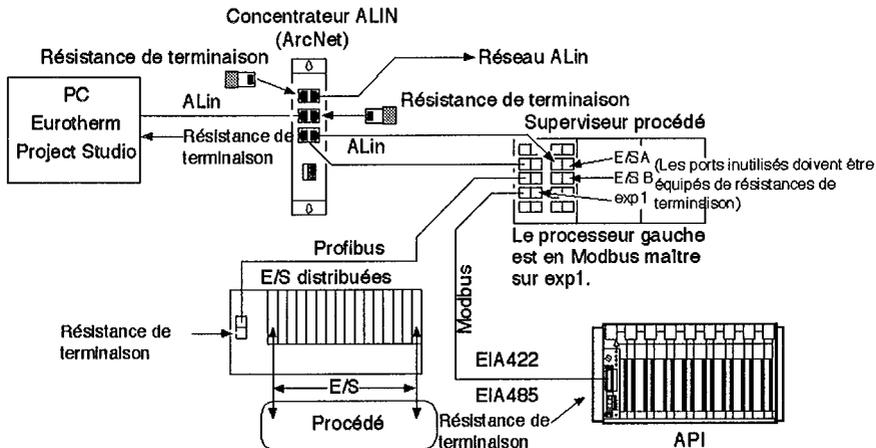

Figure 1.3.2a Architecture de communication typique
- **ALIN.** Réseau ALIN, qui permet de communiquer par l'intermédiaire d'une configuration en guirlande (ou par l'intermédiaire d'un concentrateur ALIN central) avec des modules entrées/sorties et l'ensemble du réseau. Voir figures 1.3.2a et 1.3.2b.